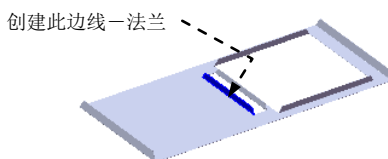

图 17.8.40 创建边线一法兰 6
Step9. 创建图 17.8.40 所示的边线一法兰 6，详细操作过程参见 Step8。